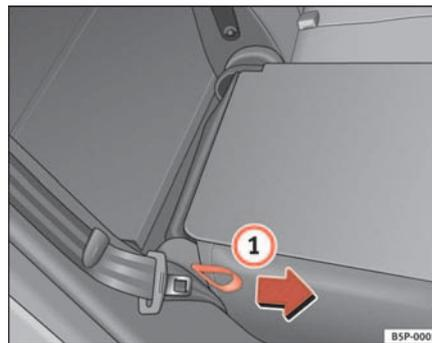

Fig. 98 Rabattre ou relever le dossier de la banquette arrière
- Tirez sur la dragonne latérale de la banquette ⇒ fig. 98 ① dans le sens de la flèche et relevez le dossier jusqu'à ce qu'il s'enclenche dans sa position.